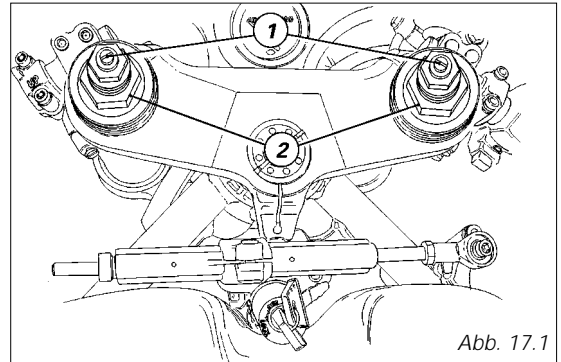

Abb. 17.1
- 1) (Abb. 17.1) zur Änderung der hydraulischen Dämpfung in der Zugstufe;*
- 2) (Abb. 17.1) zur Änderung der Vorspannung der innen liegenden Federn;*